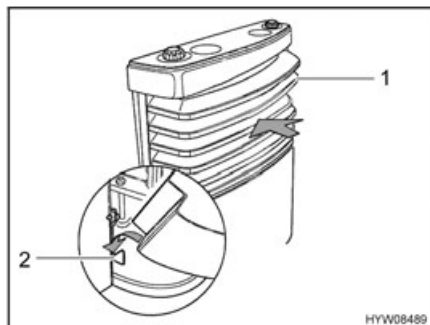

Fig. 92 Copertura del riscaldamento (supporti inferiori)
- Montare la copertura del riscaldamento. A tale scopo, collocare la copertura (Fig. 92,1) sui supporti inferiori (Fig. 92,2).